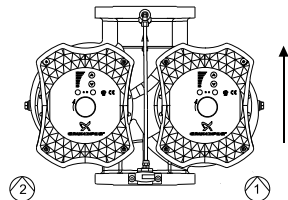

Fig. 1 Bomba principal (1) y bomba secundaria (2)
La bomba principal siempre será la de la derecha si se observa el equipo desde el extremo de la caja de control y la bomba bombea hacia arriba. Consulte la fig. 1, pos. 1.